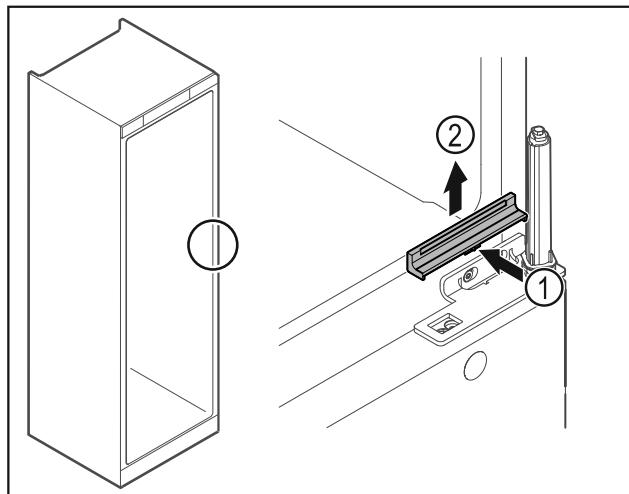

Fig. 25
- ▶ 调换合页角铁中的螺栓 Fig. 25 (1)。
- ▶ 用 12 Nm 的扭矩拧紧螺栓 Fig. 25 (2)。